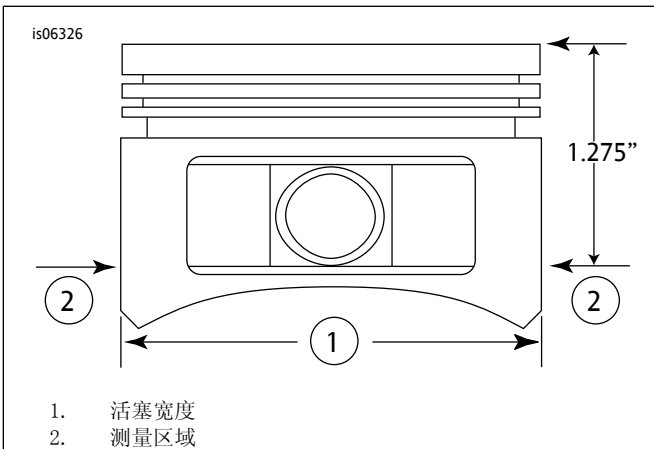

图2。活塞测量值
5. 参见图2。测量活塞宽度(1),活塞销孔两侧水平90度方向、活塞(2)平面(顶部)向下1.275英寸处。参见表6了解此位置的活塞至汽缸配合。